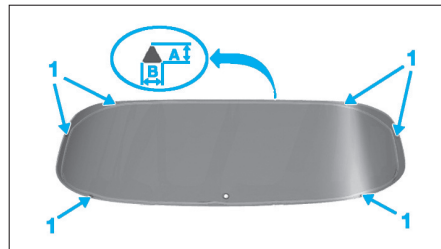

Fig. 15
- Appliquer un cordon de colle sur le pourtour (1) de la custode (Fig.15).